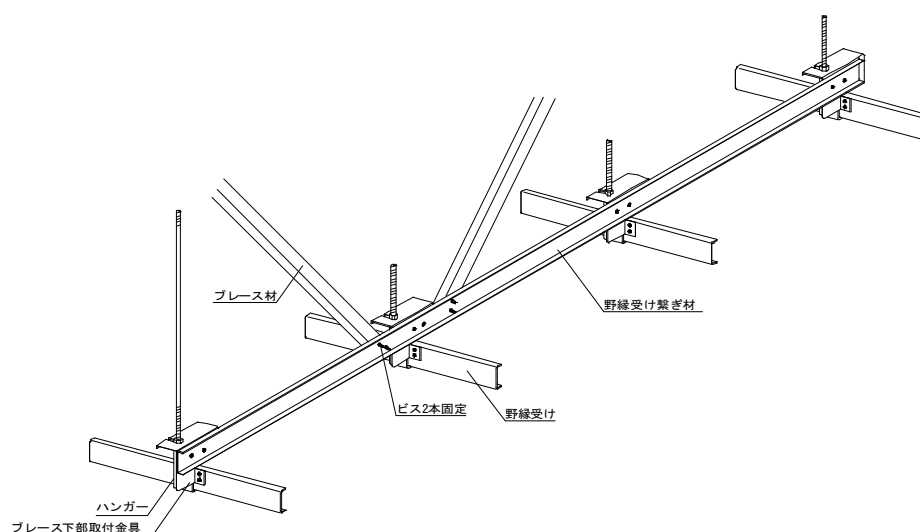
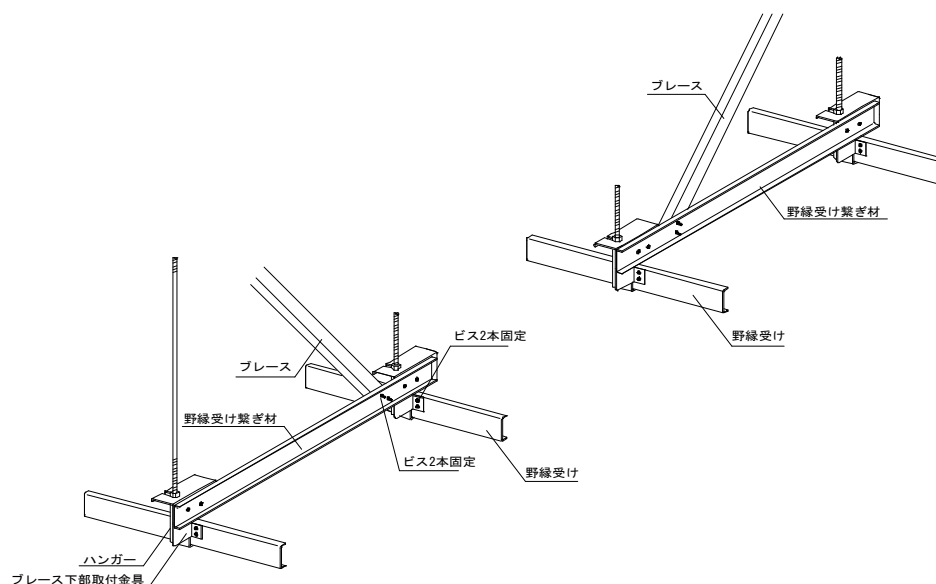

図2-6-8 野縁受け直交方向のブレース下部V字配置の場合
図2-6-9 野縁受け直交方向のブレース下部逆ハの字配置の場合
- ⑤野縁受け直交方向にブレースを取付ける場合は、野縁受け繋ぎ材にブレース 1 本あたりビス 2 本固定とする。(図 2-6-8、図 2-6-9 参照)